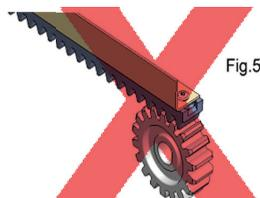

Fig.5
- 2 - Es necesario que la cremallera tenga una sobrante de dientes en el extremo, sobrepasando el piñón del motor (50mm), esto ayuda a que no tenga problemas en el momento de tracción, tanto en la apertura o en el cierre (fig.5).
- 2- Es de vital importancia, que la cremallera sobrepase el piñón del mecanismo, tanto en el cierre como en la apertura, no solo para que se puedan fijar los imanes del final de carrera, sino para que el piñón tenga una buena tracción en el momento que inicia el cierre o la apertura (fig.5)